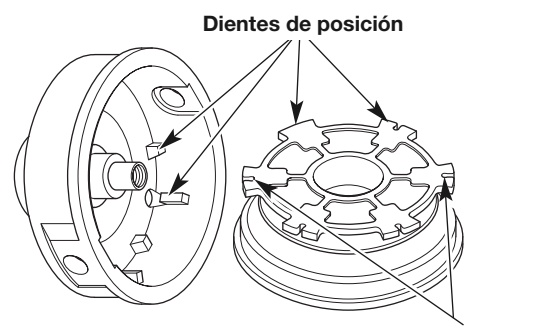

Fig. 14
6. Controle los dientes de posición y las ranuras de retención para detectar si están desgastados (Fig. 14). Si es necesario, elimine las rebabas o reemplace el carrete interior y la bobina exterior.